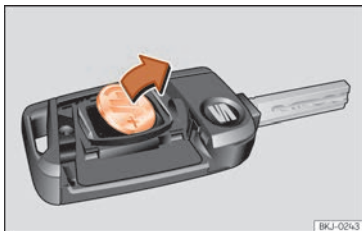

Abb. 134 Fahrzeugschlüssel: Batterie herausnehmen.
- Batterie mit einem geeigneten dünnen Gegenstand aus dem Batteriefach heraushebeln »» **Abb. 134**.
- Neue Batterie wie gezeigt ansetzen »» **Abb. 134** und entgegen der Pfeilrichtung in das Batteriefach drücken »» ⚠.